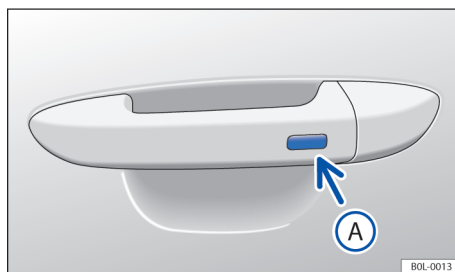

图 40 车门拉手：Keyless Access 功能按钮
→ 图 40 .
- 此外，在五秒内按压驾驶员侧车门拉手上的功能按钮 → 图 40 .